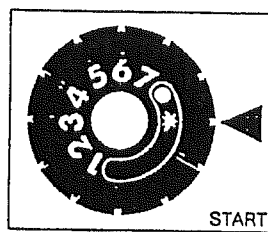

Fig. 2
- Vrid tändratten till tändläge, fig. 2.